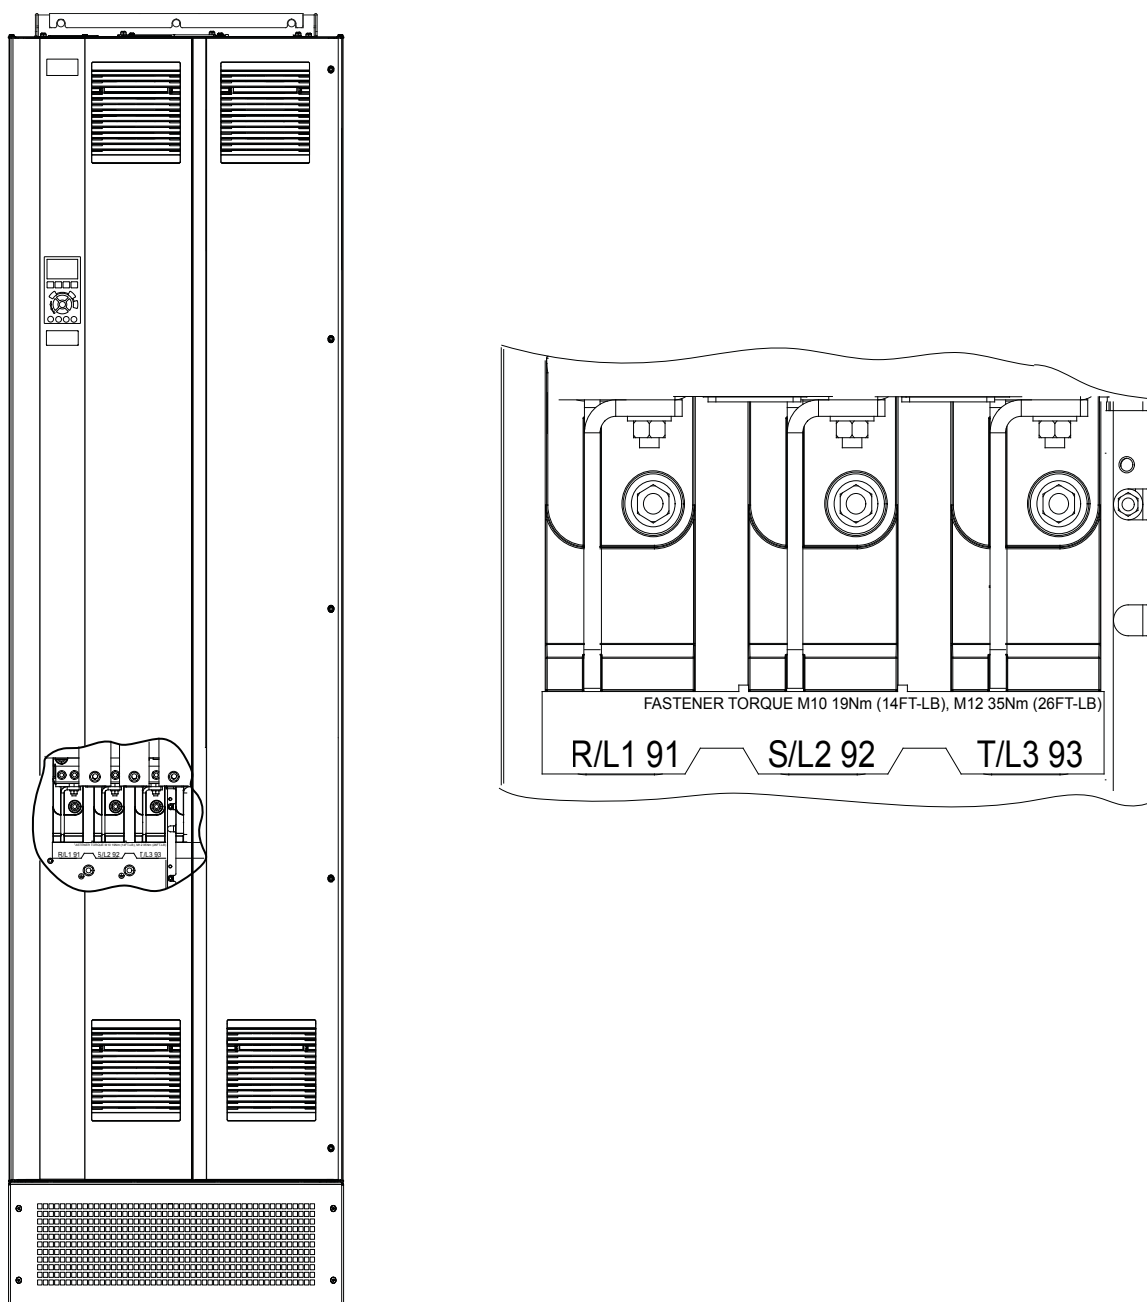

図 5.4 交流主電源端子 (E1h 表示)。端子の詳細ビューについては、章 5.7 端子寸法を参照してください。
4. 3相交流入力電力のワイヤを端子 R、S、T に接続します (図 5.4 を参照)。